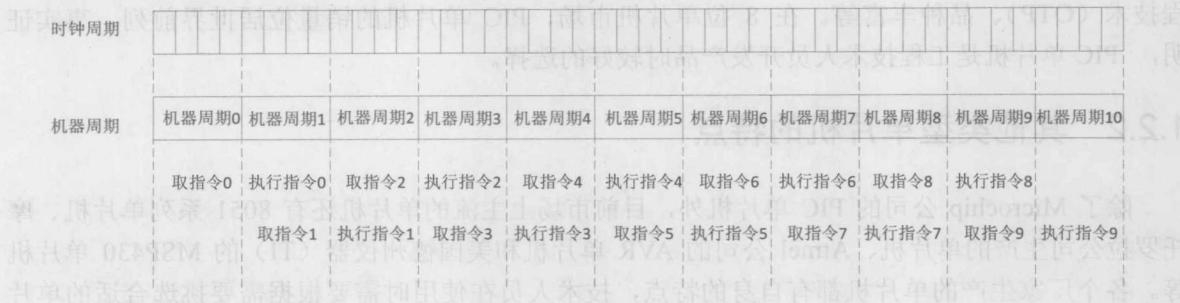

图 1-1 PIC 单片机运行时序示意图
(1) 哈佛总线结构。所谓的哈佛总线结构，就是程序存储器和数据存储器在物理上是分开的，单片机拥有独立的程序存储器和数据存储器，这两个存储器通过各自的总线挂在CPU上。在该体系结构中，除了第一个指令周期外，取指令和执行指令是同时进行的，这样，大大提高了运行速度。对于PIC16F877A单片机，4个时钟周期构成1个机器周期，如采用20兆的晶振，那么1个时钟周期的时间为0.05微秒，1个机器周期的时间为0.2微秒。从宏观上看，除了个别的跳转指令，如GOTO、CALL为双机器周期外，大部分的PIC单片机指令周期为1个机器周期，也就是为0.2微秒。但是，从微观上看，单条指令还是分为取指令和执行指令两个阶段，这两个阶段的执行时间各占用1个机器周期，所以单条指令的运行实际还是需要占用2个机器周期。如图1-1所示，单片机共运行了11个机器周期，执行了10条指令，所以从宏观上讲，每条指令的运行时间为11除以10，约为1个机器周期。从微观上看，每条指令取指令和执行指令各占1个机器周期。